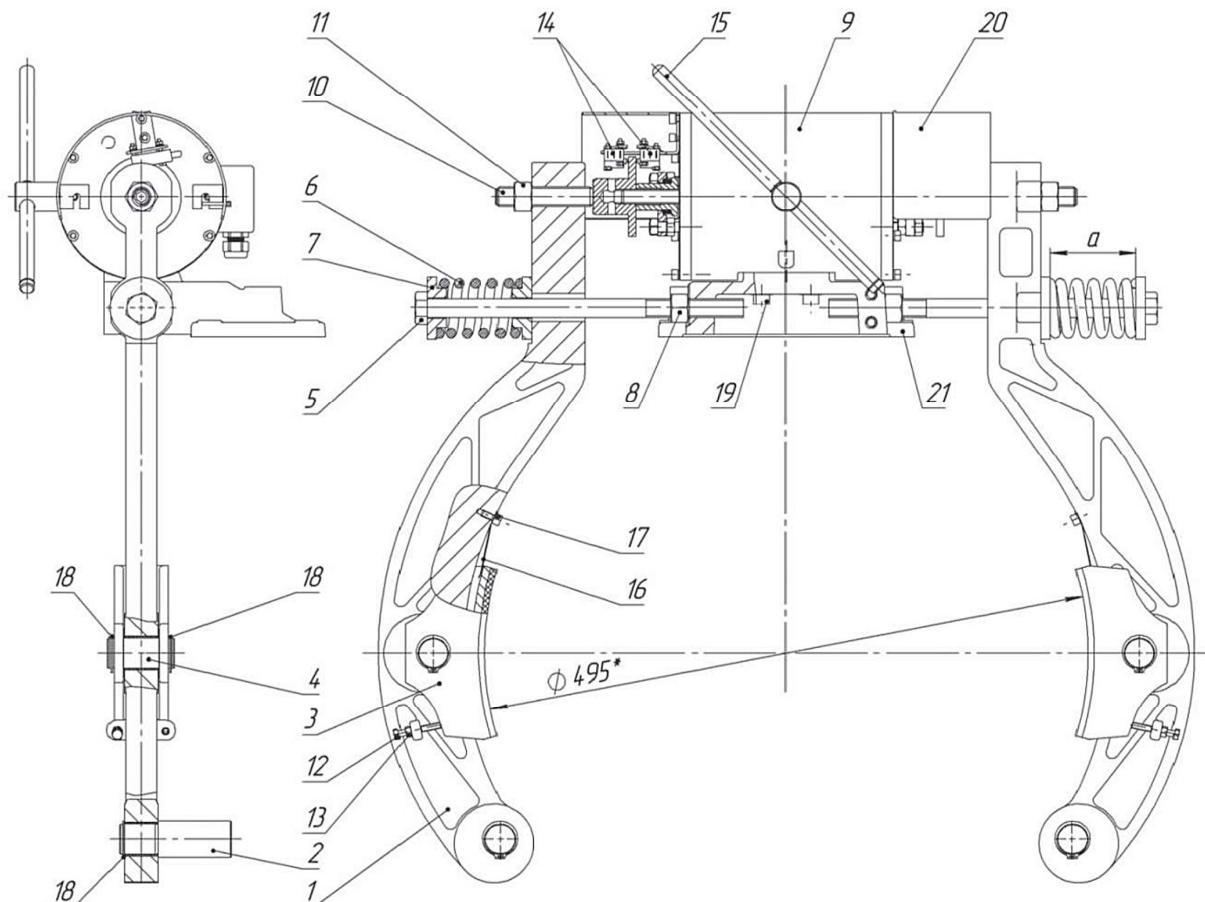

Рис. 3. Колодочный тормоз
Лебедка оборудована автоматически действующим механическим колодочным тормозом нормально-замкнутого типа (Рис.3. Колодочный тормоз), предназначенным для удержания ротора от вращения после остановки лифта.
Электромагнит выталкивающий представляет (9, Рис. 3 Колодочный тормоз) собой сдвоенный электромагнит, внутри которого два якоря совершают возвратно поступательное движение в противоположных направлениях. Электромагнит устанавливается на кронштейн электромагнита (21), смонтированный на корпусе лебедки, и крепится винтами (19).
При износе колодок (3, рис.3) больше 0,4...0,6 мм переключатель (5) замыкает контакты микровыключателя (2), подается команда на отключение